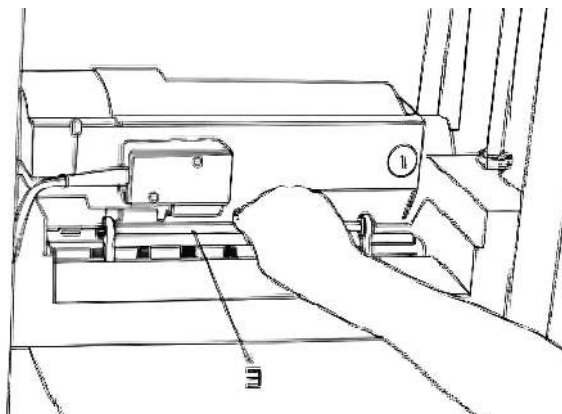

Рис. 4
2. Ослабьте крепление ножа, отвернув 7 винтов (A) (Рис. 4).
3. Когда выступ ножа выставлен на нужную длину с использованием шаблона (E), закрепите нож, затянув винты (A).